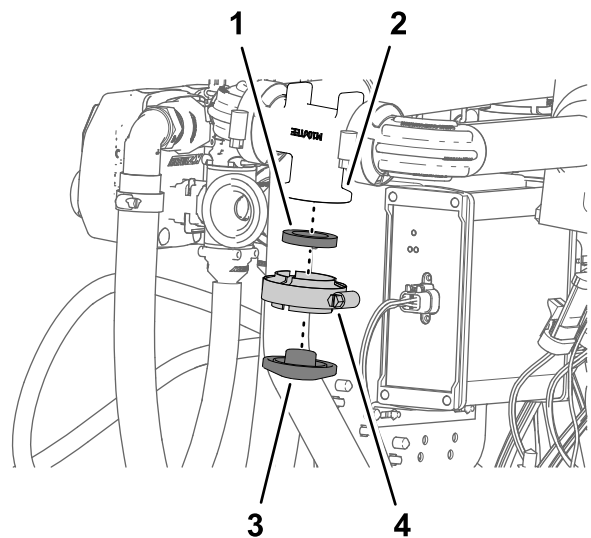

Bild 136
3. Montieren Sie die einfache Klemme mit der Flanschklammer und der Dichtung, die Sie in Schritt 2 entfernt haben, am Verteiler des Durchflussmessgeräts und ziehen Sie die Klemme mit der Hand an (Bild 136).